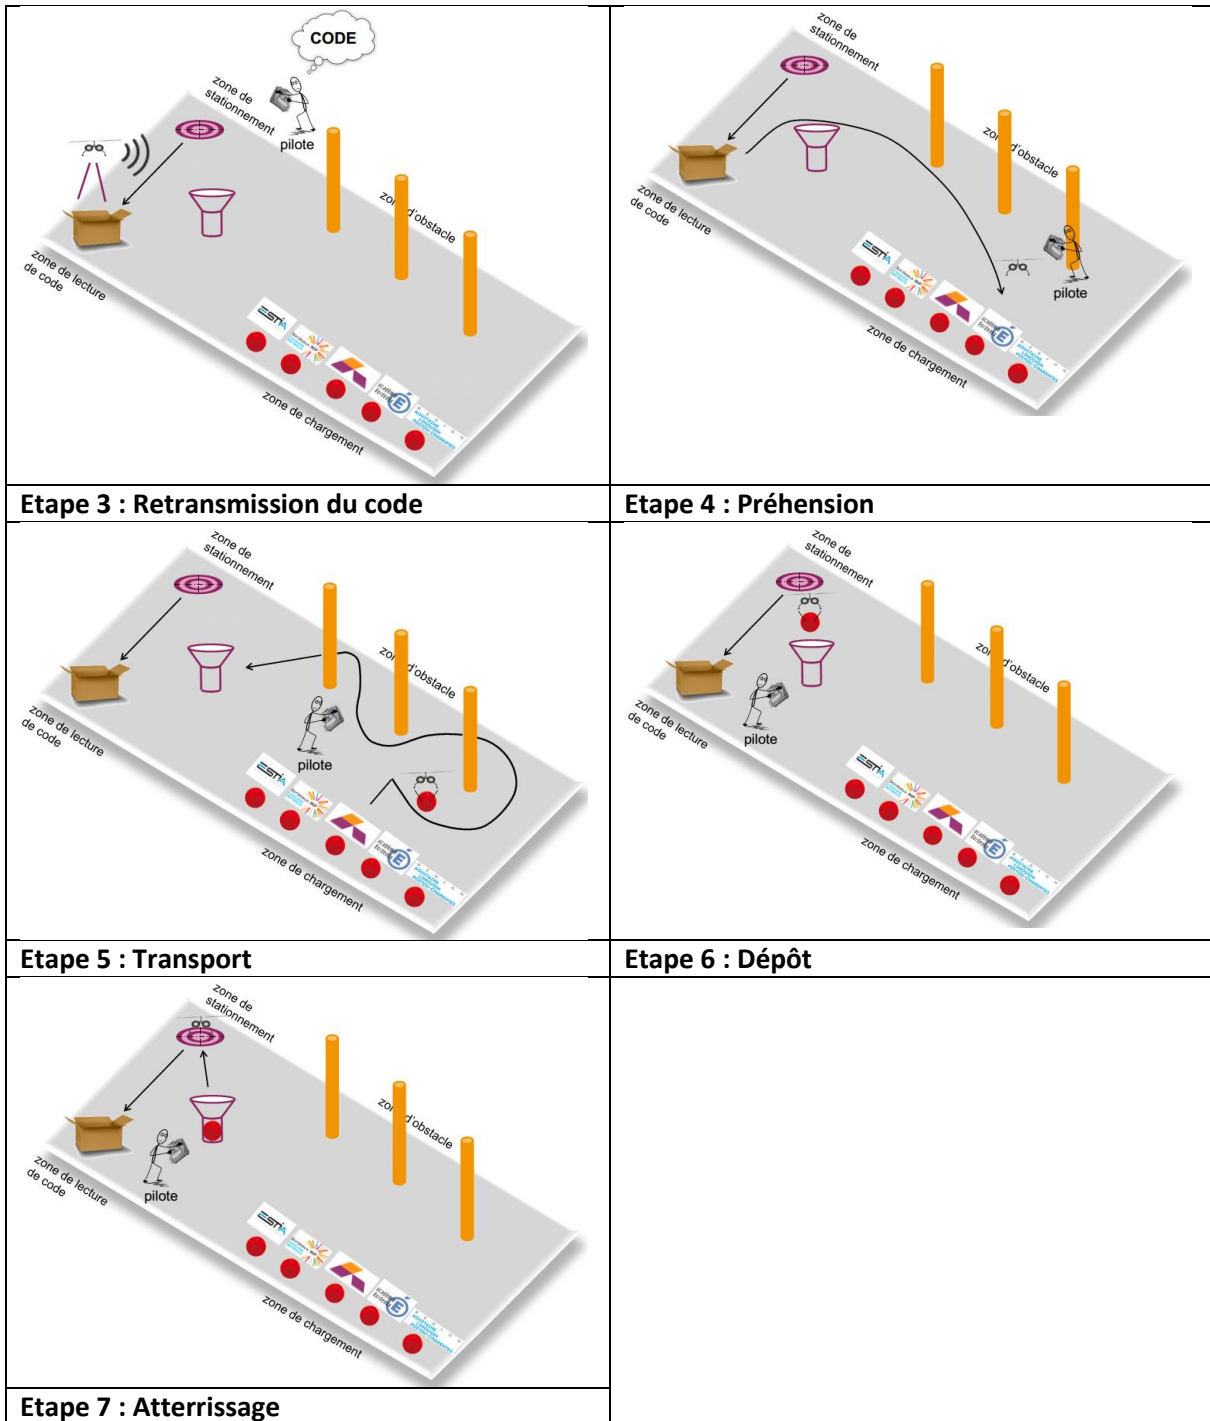

Figure 1 : ensemble des étapes à réaliser lors de l'épreuve pratique
- **Etape 1 : Décollage** : Le drone devra décoller de la zone de stationnement pour se rendre au niveau de la zone de lecture de code (voir Figure 1).
L'ensemble des étapes est résumé dans la figure 1 :